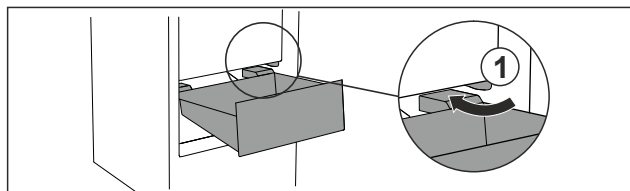

Fig. 73
- ▶ Poprowadzić szufladę ukośnie wokół stoperów Fig. 73 (1).